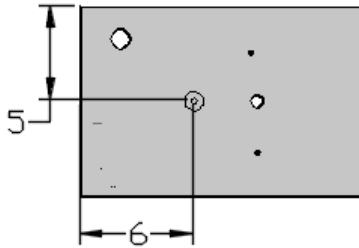

Figura 6.7. Ubicación del apoyo del rotor en la base.
-Primero poner el apoyo del rotor. La ubicación está en la figura 6.7.